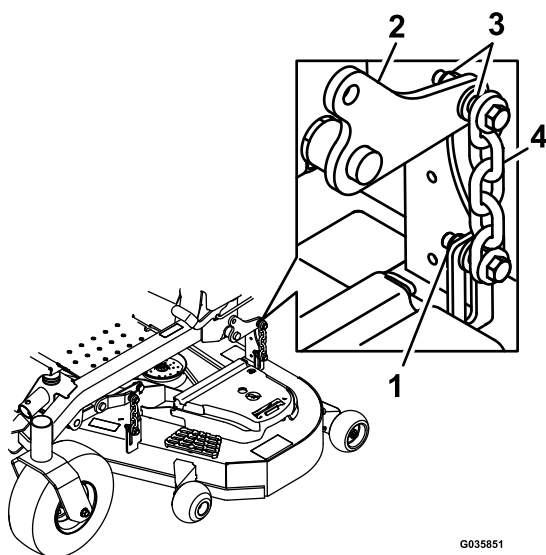

Figure 85
15. Desserrez les contre-écrous (Figure 85) aux quatre coins de sorte que le plateau repose solidement sur les 4 cales.